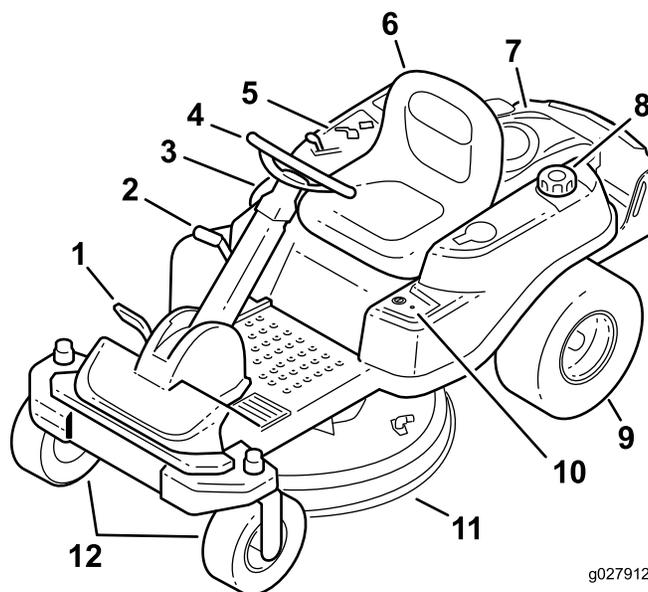
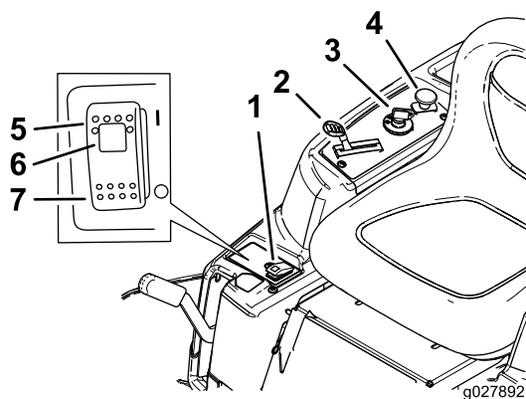
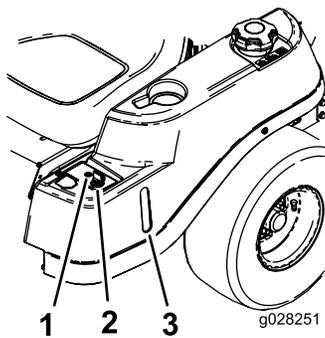

Figura 4
Figura 5
Figura 6
Antes de poner en marcha el motor y trabajar con la máquina, familiarícese con todos los controles en Figura 4, Figura 5 y Figura 6.
La llave de contacto tiene tres posiciones – DESCONECTADO, MARCHA y ARRANQUE. La llave gira a ARRANQUE, y vuelve a MARCHA al soltarse. Gire la llave a la posición de DESCONECTADO para parar el motor. Siempre retire la llave al dejar la máquina desatendida para evitar que alguien arranque el motor accidentalmente (Figura 5).
El acelerador y el estárter están combinados en una sola palanca de control. El acelerador controla la velocidad del motor y tiene un ajuste variable continuo de LENTO a RÁPIDO. Accione el estárter moviendo la palanca más allá del ajuste Rápido hasta que haga tope (Figura 5).
El mando de control de las cuchillas (TDF) engrana y desengrana la transmisión de potencia a las cuchillas del cortacésped (Figura 5).
Utilice la mirilla de combustible, situada en el lado izquierdo de la máquina para verificar la presencia de gasolina en el depósito (Figura 6).
CONECTADO y suéltelo una vez que la TDF esté engranada. Para desactivarla, desengrane la toma de fuerza (TDF) (Figura 6).
- Mueve el interruptor SmartPark™ a la posición de CONECTADO (Figura 5).